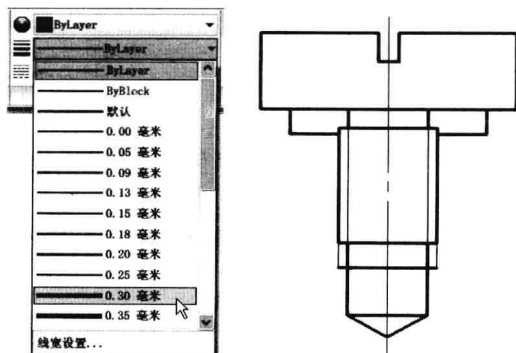

图 6-3-2
(2) 单击线宽名称，在下拉列表中可选择线的宽度，然后开始绘制，在状态栏单击“线宽”按钮，视图会显示图形的线宽效果，如图6-3-2所示。